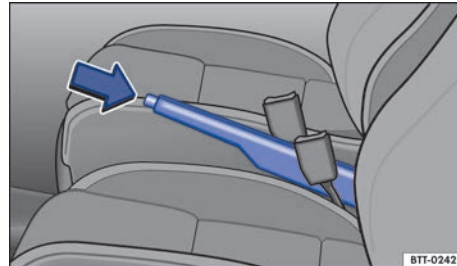

Fig. 102 Entre os bancos dianteiros: alavanca do freio de estacionamento.
- Puxar a alavanca do freio de estacionamento para cima com o botão bloqueador pressionado → Fig. 102 (seta).
- Puxar a alavanca do freio de estacionamento um pouco para cima e pressionar o botão bloqueador → Fig. 102 (seta).